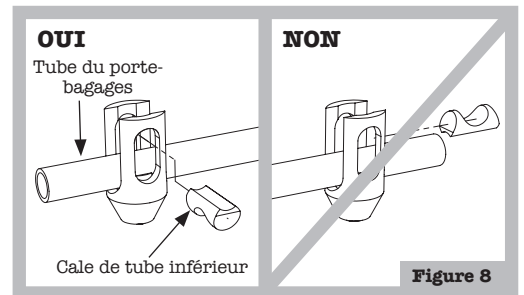

Figure 8
- Installez la cale du tube inférieur dans le barillet supérieur de façon à ce qu'elle repose sur le tube du porte-bagages (figure 8).